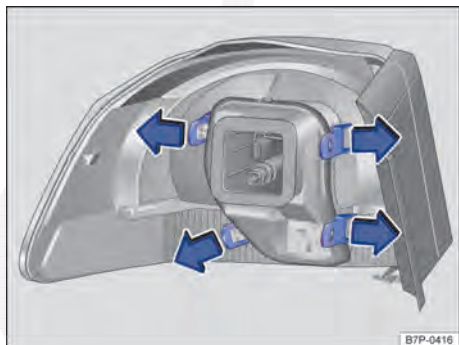

Fig. 300 Lanterna traseira da carroceria: desinstalar o suporte da lâmpada.
7. Apertar as tiras de travamento do suporte de lâmpada ⇒ Fig. 300 em direção da seta e retirar a lanterna traseira.
11. Instalar o suporte das lâmpadas na lanterna traseira. As tiras de travamento ⇒ Fig. 300 devem encaixar de forma audível.